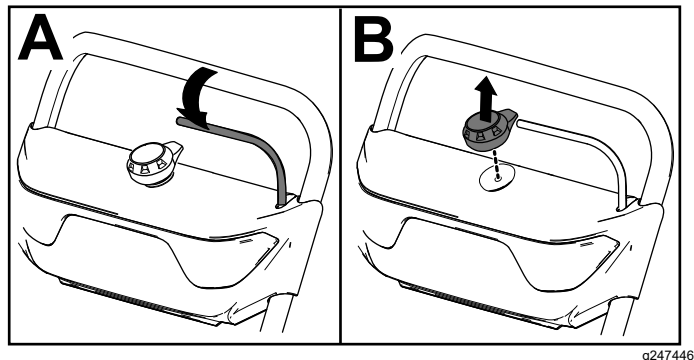

図 13
1. ベイルを離す 図13のA。
2. 電気始動ボタンを電気始動装置から取り外す 図13のB。